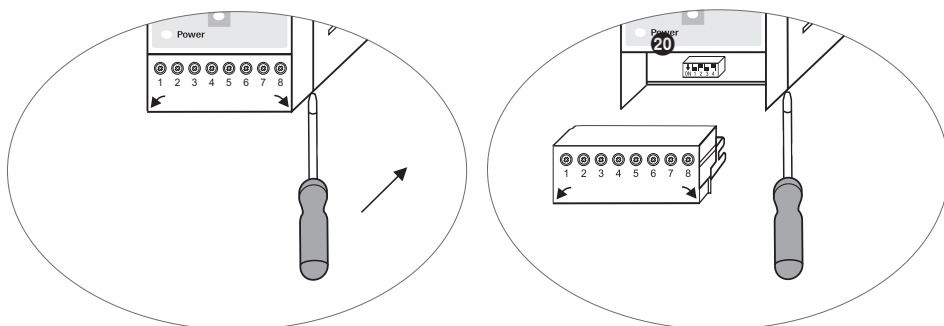

Fig. 14
- Desenchufar la regleta de bornes inferior. **Fig. 14**